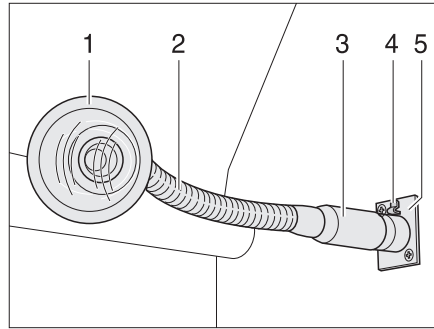

Bild 107 Uttag med ansluten belysning
- Ta tag i belysning med kontakt i foten (Bild 107,3).
- Tryck på upplåsningsknappen (Bild 107,4).
- Dra ut belysningen med kontakt (Bild 107,1) ur uttaget (Bild 107,5).
- Ta tag i belysningen med kontakt i "halsen" (Bild 107,2) (om sådan finns) eller i huset och vrid.